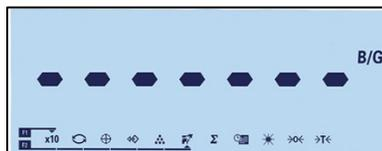

Figura 2-22: Pantalla que indica recopilación del valor del peso en curso
1. Coloque el o los animales en la plataforma y luego presione la tecla de función “pesaje de animales” . Mientras el terminal recopila valores de peso, se muestra “-----” (Figura 2-22). El proceso tarda de 2 a 3 segundos. Para obtener una mejor precisión, los primeros 14 valores de peso se descartan, y los siguientes 56 valores se recopilan para usarse en el cálculo.